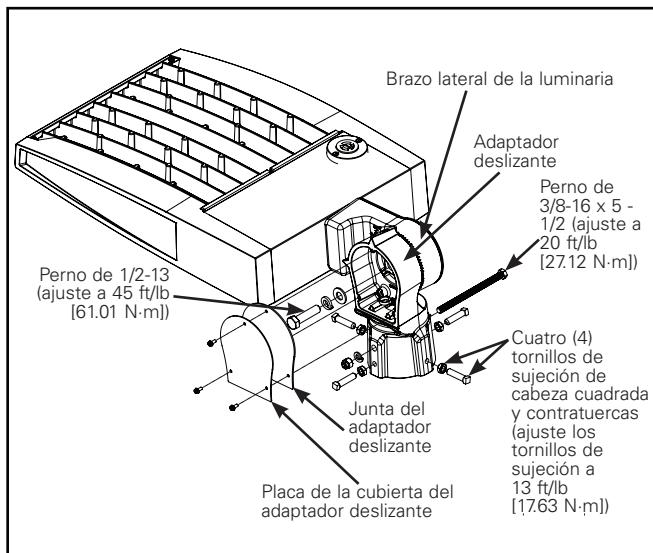

Figura 2b.
- Para el montaje en una espiga horizontal, debe instalar un perno pasante de 3/8 in de diámetro en el orificio de 0,400 in del adaptador deslizante. El orificio de 0,400 in está ubicado a 2 in desde la parte inferior del adaptador deslizante hasta el centro del orificio. (Figura 2b.)
- Instale cuidadosamente el adaptador deslizante en la espiga y ajuste momentáneamente los (4) tornillos de fijación de cabeza cuadrada del adaptador deslizante
- Use los (3) tornillos de cabeza hexagonal para colocar la cubierta sobre el adaptador deslizante.